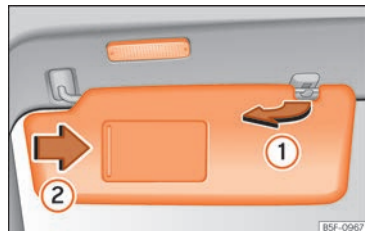

Abb. 90 Sonnenblende.
- Die Sonnenblende kann aus der Befestigung entnommen und zur Tür gedreht werden »» [Abb. 90] ①.